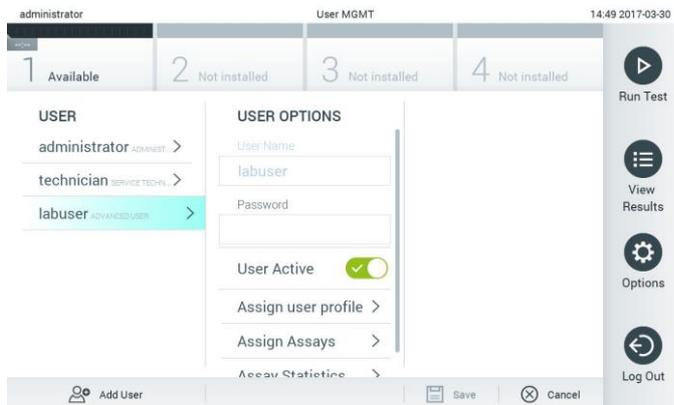

Figura 48. Selección y administración de usuarios.
2. Seleccione el usuario que desea administrar en la lista de la columna izquierda de la zona de contenido (figura 48).